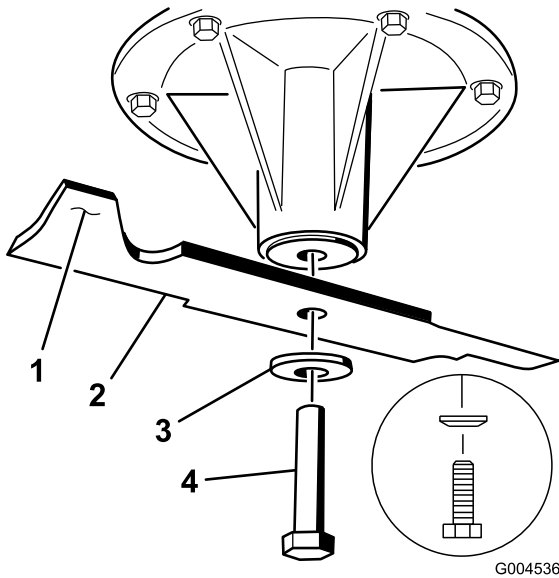

Figura 90
2. Togliete il bullone, la rondella curva e la lama dall'asse del fusello (Figura 90).